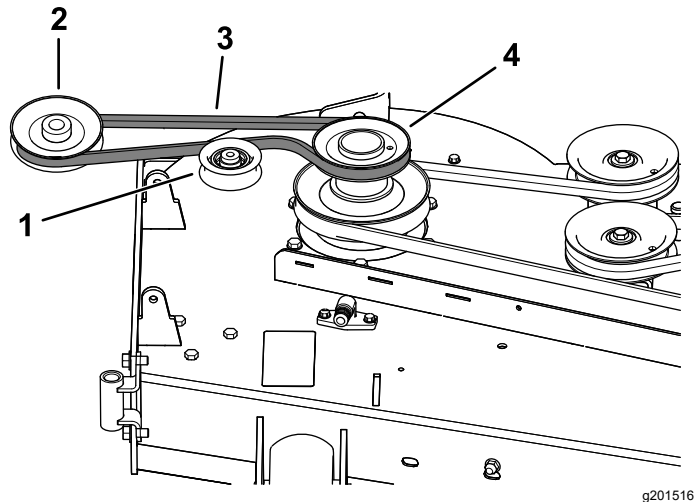
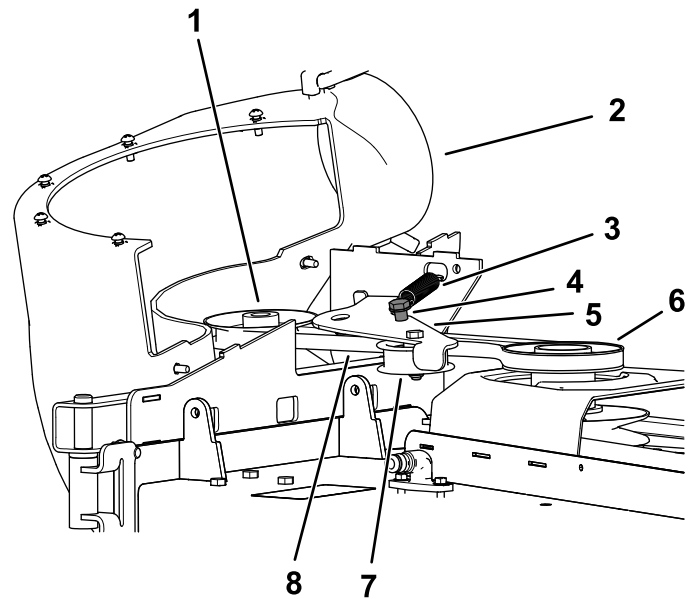

Figura 26
Figura 27
1. Si es necesario, instale la correa alrededor de la polea del soplador (Figura 26).
1. Instale la correa alrededor de la polea del soplador (Figura 26 y Figura 27); consulte 11 Instalación del conjunto del soplador (página 15).
3. Aleje la polea tensora del anclaje fijo del muelle y enrute la correa alrededor de la polea de la carcasa de corte (Figura 27).
4. Enrute la correa alrededor de la polea motriz, como se muestra en la Figura 26 y Figura 27.